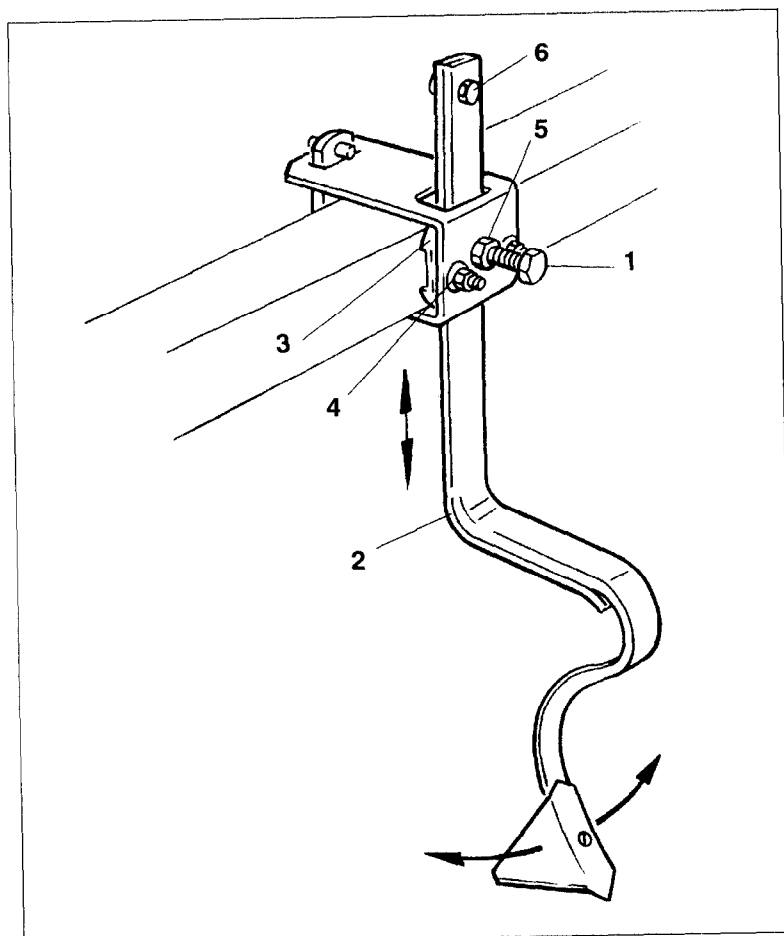
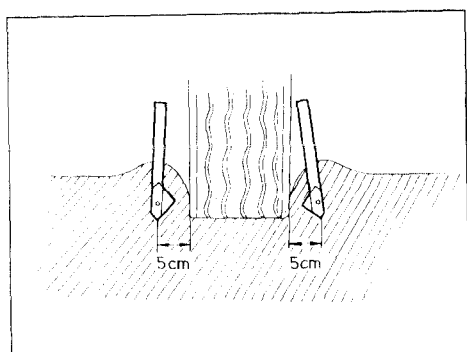
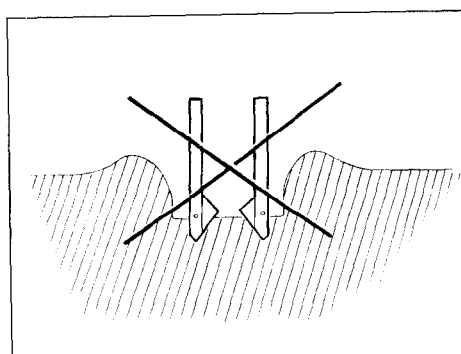

Fig. 19.1
Fig. 19.2
Fig. 19.3
Les effaceurs de traces (voir fig. 19.1) servent à recouvrir les ornières laissées par les roues du tracteur (fig. 19.2). Cette façon permet d'aplanir la trace laissée par le tracteur dans les meilleures conditions, prépare un sol suffisamment ameubli dans ce passage pour implanter les graines de semences. Il écarte sensiblement le risque de détériorer les effaceurs par les pierres enserrées dans le sol compacté par le passage des roues du tracteur.
Lors de la livraison, il y a quatre effaceurs de traces (fig. 19.1) fixés sur la poutre du châssis de votre semoir. Ne mettez les effaceurs de traces en position de travail que dans les derniers instants précédant le début de votre chantier de semis :
- Desserrez les vis 6 pans (fig. 19.1/1) et amenez les effaceurs de traces en leur position correcte de travail en les faisant coulisser le long de la poutre du châssis.
Fixez les effaceurs de traces sur la poutre de châssis de manière à ce qu'il y ait chaque fois deux dents d'effaceurs de traces (voir fig. 19.2) travaillant à env. 5 cm à gauche et à droite de chaque trace de roue du tracteur. Il faut prohiber absolument le montage des effaceurs de traces tel que le montre la figure 19.3.
Dans le cas où il ne serait pas possible de régler correctement les effaceurs de traces en les faisant coulisser le long de la poutre de fixation, la plaquette (fig. 19.1/3) permet d'incliner latéralement l'effaceur de traces (fig. 19.1/2) pour l'ajuster en position de travail correcte. Pour ce faire desserrez les deux écrous 6 pans (fig. 19.1/4) puis resserrez les à fond après réglage.
- Réglez convenablement la profondeur de travail de l'effaceur de trace (fig. 19.1/2).
- Serrez à bloc la vis 6 pans (fig. 19.1/1) et bloquez avec le contre-écrou (fig. 19.1/5).
La vis de sécurité (fig. 19.1/6) évite la perte de l'effaceur de trace dans le cas où les vis de fixation venaient à se desserrer.
Avant de poser le semoir au sol, repoussez vers le haut les effaceurs de traces (Fig. 19.1/2), afin de leur éviter tout risque d'endommagement.